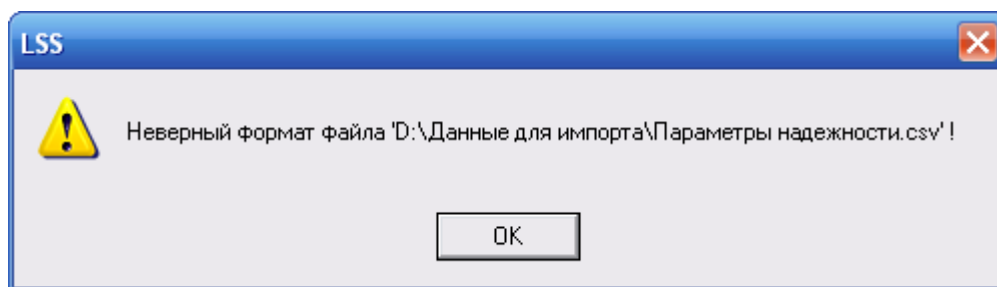

Рис. 16-6
- В поле **Файл** выбирается обменный файл. Для выбора файла нажмите на кнопку , затем в появившемся стандартном диалоговом окне выберите нужный файл. Если выбран файл некорректного формата, появится сообщение, представленное на рис. 16-6.